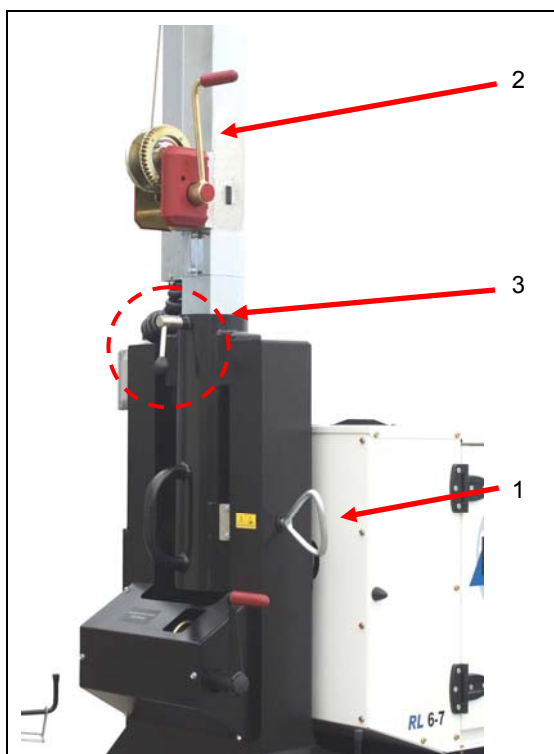

Figure 5.8 – Verrouillage et levage du mât
- ⑤ Après avoir atteint la position verticale souhaitée, le goujon inférieur bloque en toute sécurité le mât télescopique (fig. 5.8, rep. 1).
- ⑥ Procéder à la seconde phase de levage. Monter le mât jusqu'à la hauteur souhaitée en utilisant le treuil avec frein automatique (fig. 5.8, rep. 2).
- ⑦ Orienter le mât en fonction des besoins. Le mât peut pivoter sur 330°, en dévissant le pivot (fig. 5.8, rep. 3).